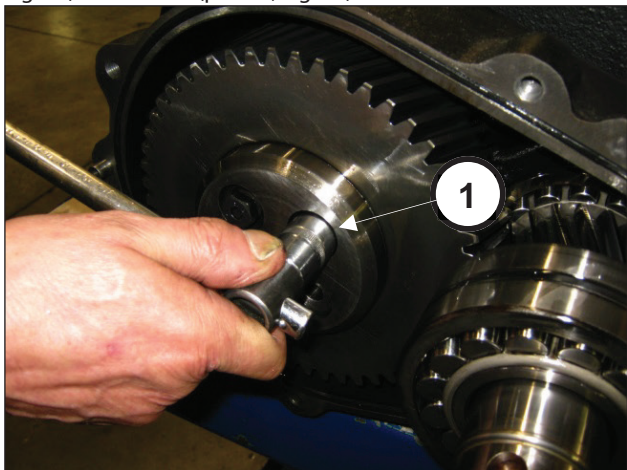
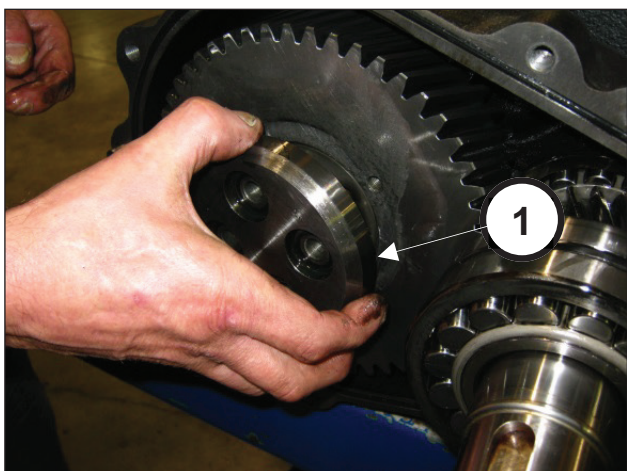

Fig. 10
Fig. 11
Desaperte os parafusos que fixam a retenção da coroa (pos. ①, Fig. 10) e remova-a (pos. ①, Fig. 11).